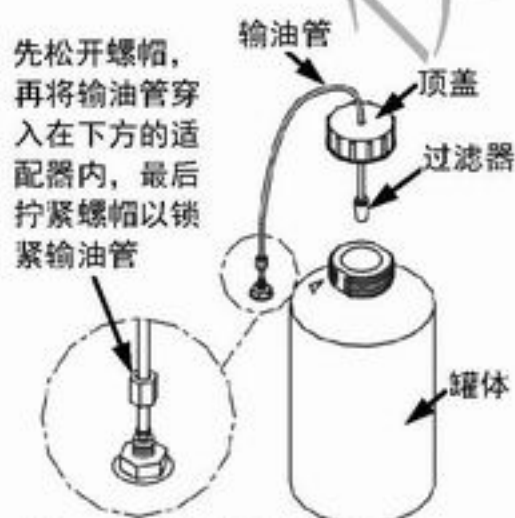

图 11: 烟雾油暂存罐
3. 取下仪器上的空烟雾油暂存罐，拧开罐盖，按图 11 将带螺母一侧的输油管安装到仪器上；